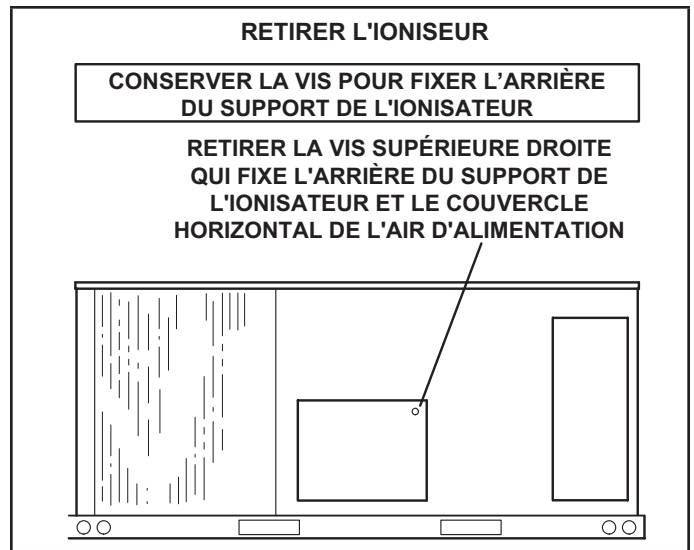

FIGURE 39
- 1 - À l'arrière de l'unité, retirer la vis qui maintient l'arrière du support de l'ionisateur. Voir la FIGURE 39. Conserver la vis pour fixer la partie arrière du support de l'ionisateur.